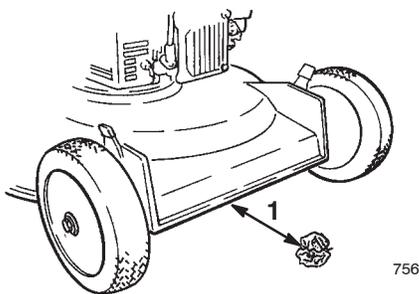

Bild 12
5. Nehmen Sie eine halbe Seite Zeitungspapier und knüllen es klein genug zusammen, um es unter das Mähwerk bringen zu können (ca. 76 mm Durchmesser) siehe Bild 12.
6. Legen Sie das Zeitungspapierknäuel im Abstand von 12,7 cm vor den Rasenmäher (Bild 12).
- A. Legen Sie das Zeitungspapierknäuel im Abstand von 12,7 cm vor den Rasenmäher (Bild 12).